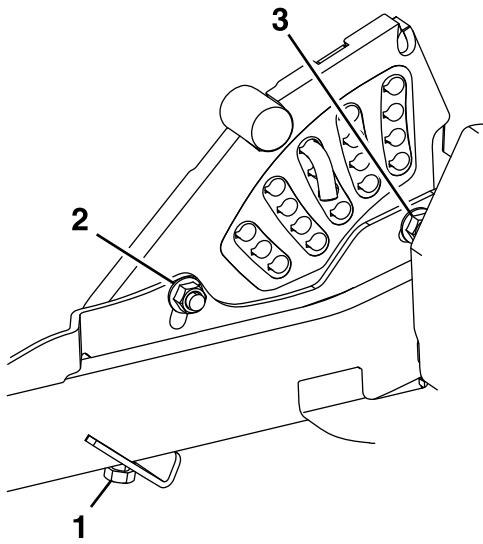

Figura 83
7. Si la carcasa está demasiado baja, apriete el perno del ajuste de un solo punto girándolo en el sentido de las agujas del reloj (Figura 83).